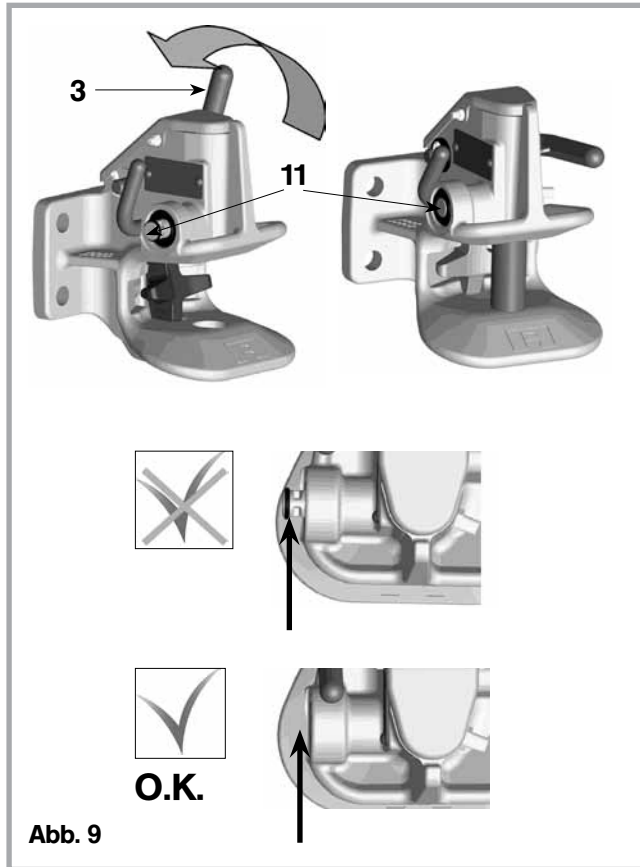

Abb. 9
Nach jedem Einkuppelvorgang ist **unbedingt** der vorschriftsmäßige Einkuppelzustand an der Kupplung **zu überprüfen**. Der Kontrollstift (11) darf nach dem Einkuppeln aus seiner Führung **nicht herausstehen** (s. Abb. 9).